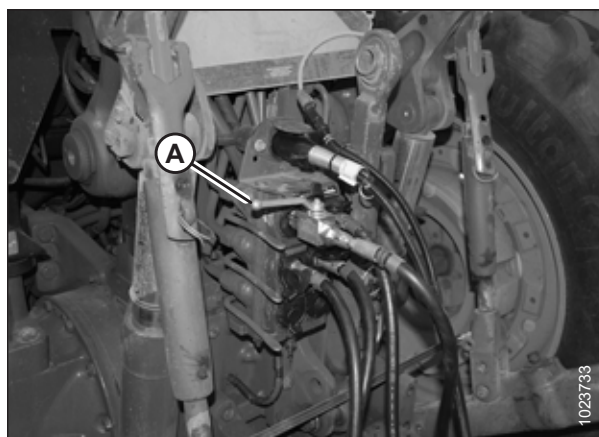
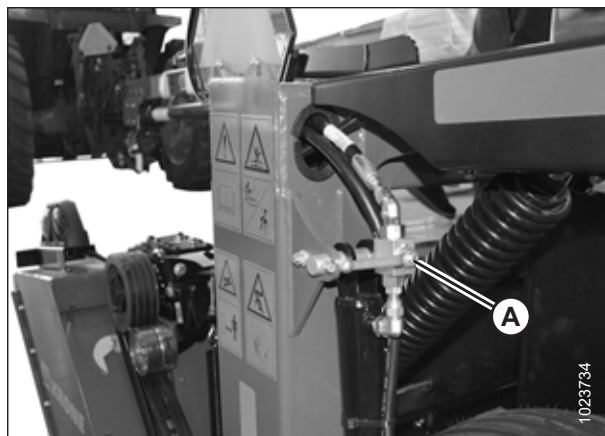

Figure 3.84: Vanne de verrouillage de la direction
Figure 3.85: Clapet de verrouillage du vérin de levage
11. Fermez le clapet de verrouillage de la direction et les deux clapets de verrouillage des vérins de levage en tournant les poignées en position fermée. Pour des instructions, reportez-vous à la figure 3.84, page 86 et à la figure 3.85, page 87.